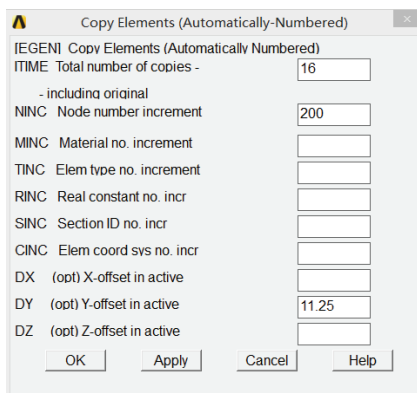

图 8-34 复制单元对话框
19) 选择 Main Menu | Preprocessor | Modeling | Copy | Elements | Auto Numbered 命令, 出现 Copy Elems Auto-Num 拾取菜单, 在输入栏中输入 500, 单击 OK 按钮, 出现 Copy Elements (Automatically-Numbered) 对话框, 在 ITIME Total number of copies—including original 输入栏中输入 16, 在 NINC Node number increment 输入栏中输入 200, 在 DY (opt) Y-offset in active 输入栏中输入 11.25, 如图 8-34 所示, 单击 OK 按钮关闭该对话框。